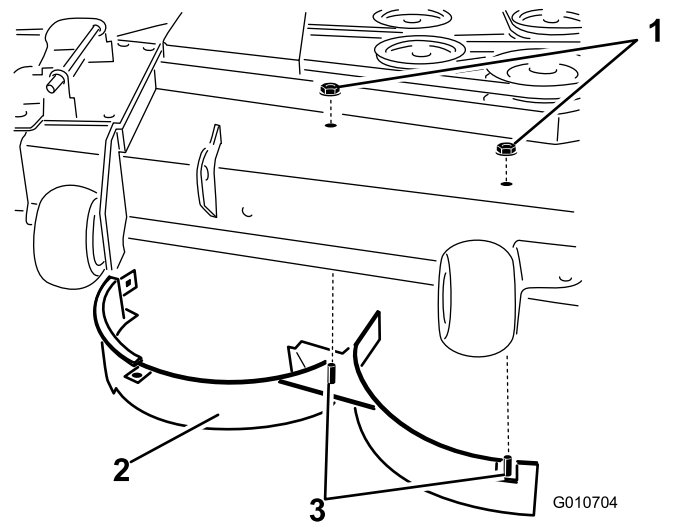

Bild 32
8. Entfernen Sie die zwei Sicherungsmuttern (5/16"), mit denen die geschweißten Streben des rechten Ablenkblechs oben am Mähwerk in der Mitte und rechts von der Mittelstellung befestigt sind (Bild 32).